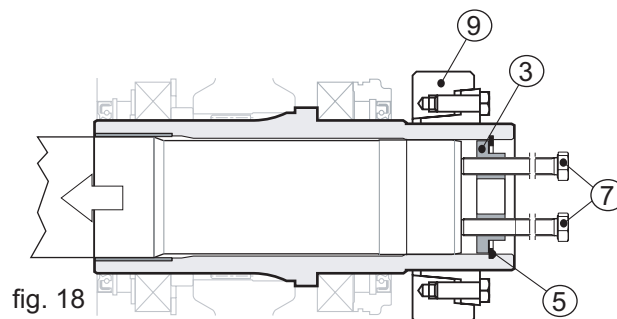

fig. 18
Inserire nei due fori filettati presenti sul fondello (pos. 3) n° 2 viti (pos. 7), avvitarle fino ad appoggiarle all'albero della macchina (pos. 1), quindi continuare ad avvitarle in modo alternato, facendo al massimo un giro per volta (vedi fig. 18).